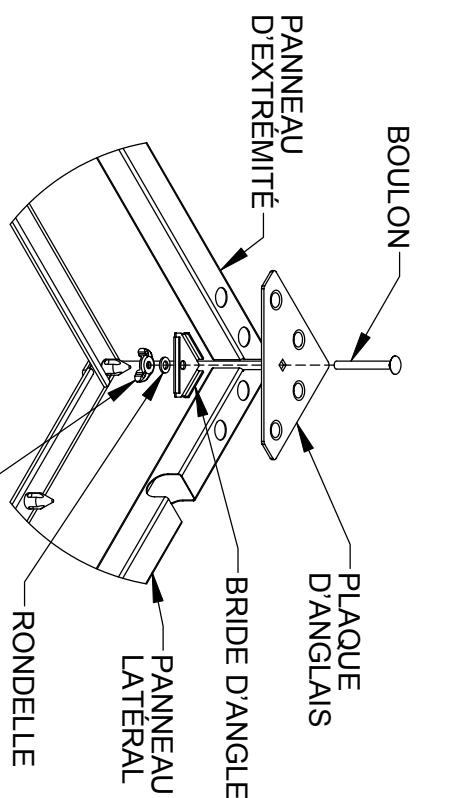
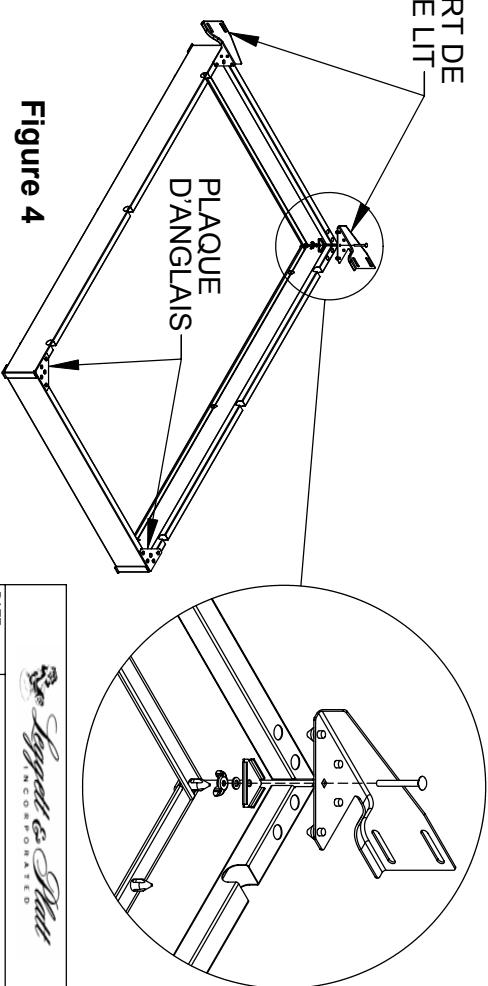

Figure 3
Figure 4
Step 4: Align the (4) bosses in the CORNER PLATE with the corner holes in the SIDE PANEL and END PANEL and press firmly into place. Hook the CORNER CLAMP under the inside lip of the panels, secure with bolt, washer and wing nut as shown in Figure 3. Repeat on all four corners. **Note:** Hand tighten, do not use tools. Optional HEADBOARD BRACKETS are attached using the same method as Step 4 above. HEADBOARD BRACKETS replace the CORNER PLATES at the head end. See Figure 4.
Étape 4 : Aligner les (4) protubérances de la PLAQUE D'ANGLE avec les trous d'angle du PANNEAU LATÉRAL et du PANNEAU D'EXTRÉMITÉ et appuyer fermement dessus pour les mettre en place. Accrocher la BRIDE D'ANGLE sous la lèvre inférieure des panneaux, fixer avec le boulon, la rondelle et l'écrou à oreilles, tel qu'illustré à la Figure 3. Répéter la procédure pour les quatre angles. **Remarque :** Serrer à la main, ne pas utiliser d'outil. Les SUPPORTS DE TÊTE DE LIT optionnels sont fixés selon la méthode décrite à l'étape 4 ci-dessus. Les SUPPORTS DE TÊTE DE LIT remplacent les PLAQUES D'ANGLE à l'extrémité de la tête de lit. Voir Figure 4.